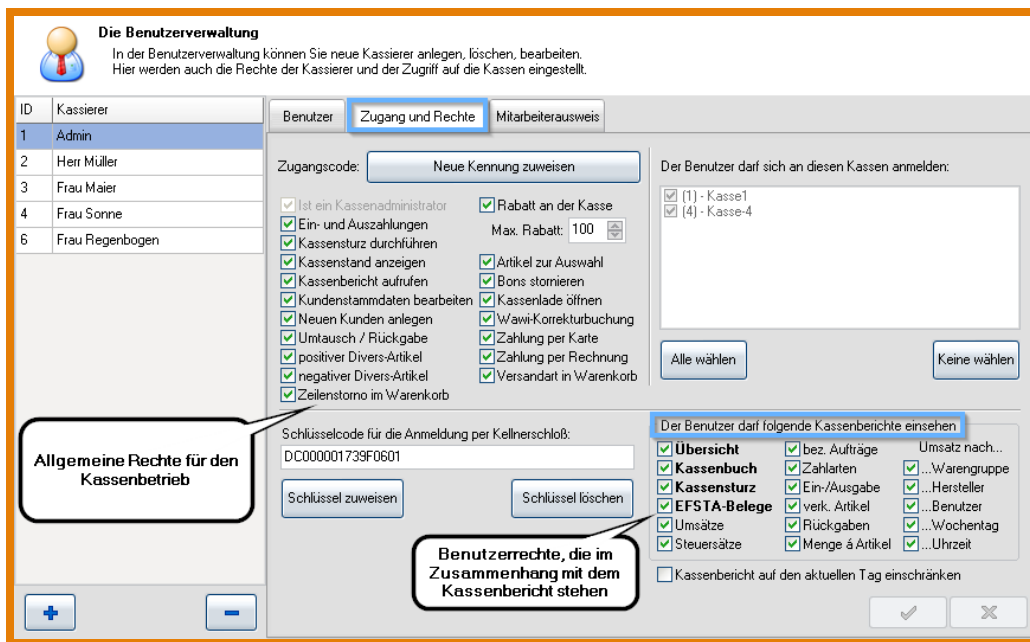

Abbildung 2.3: Benutzerverwaltung: Kassenberichte EFSTA
Klicken Sie im Startportal auf **Benutzer verwalten**. Legen Sie hier die POS-Benutzer bzw. Kassierer an und weisen Sie diesen ihre jeweiligen Rechte zu (Rechte im Kassenbetrieb, Einsicht in Journaldaten etc., Abbildung 2.3).
**Österreich:** Hier kann ab LS-POS-Version 1.9.6.0 das Recht für das Einsehen und Nachdrucken der EFSTA-Belege eingestellt werden (Abbildung 2.3). Das Journal dazu finden Sie unter der Funktion Kassenbericht.